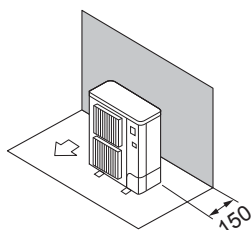

Fig. 2-3
- ① Miejsce ograniczone tylko z tyłu (Fig. 2-3)